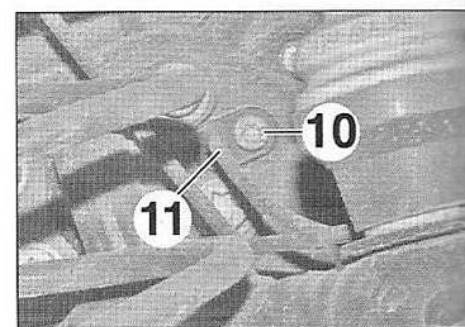
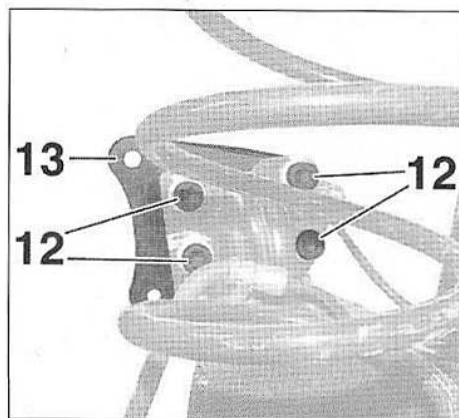

FIG.63
FIG.66
- Déposer (Fig.63) :
- la vis (10),
- le capteur de roue (11).
- les vis (12) (Fig.66),
- la fusée (13).